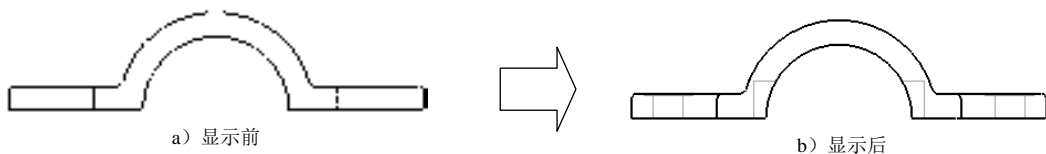

图 3.12.14 显示隐藏线
Step3. 在主视图中显示隐藏线，如图 3.12.14 所示。在图形区双击主视图，在弹出的“绘图视图”对话框中选择 类别 区域的 视图显示 选项，在 显示样式 下拉列表中选择 隐藏线 选项，其他参数采用系统默认设置值，单击 确定 按钮，此时主视图如图 3.12.14b 所示。